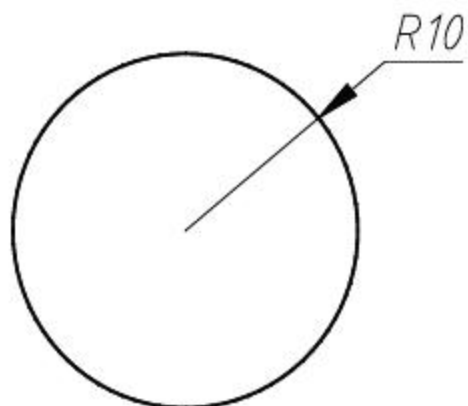

图3-46 指定半径绘制圆
- 圆心、半径（R）：用圆心和半径方式绘制圆，如图3-46所示。